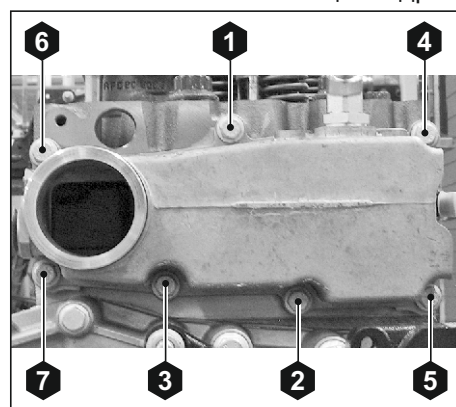

Рис. 71. Установка коробки слива ОЖ с головки блока цилиндров.
3. Ввернуть болты крепления коробки слива ОЖ с головки цилиндров и затянуть окончательно  $M_{кр} = 20 \pm 4$  Нм, соблюдая указанный порядок затяжки (см. Рис. 71).